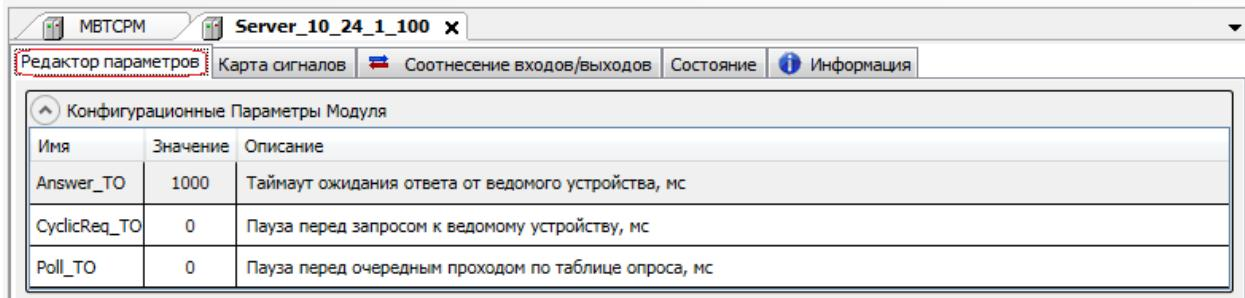

Рисунок 3.12 – Модуль Modbus TCP Server. Закладка "Редактор параметров"
- 2 Перейти на закладку **Редактор параметров** (рисунок 3.12).